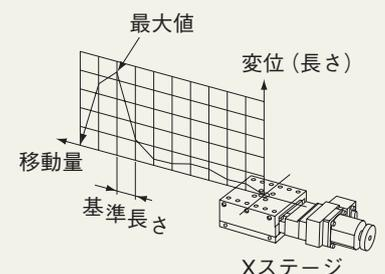

図7
⑤真直度(垂直)【図7】[JIS B 6191-1993 準拠]